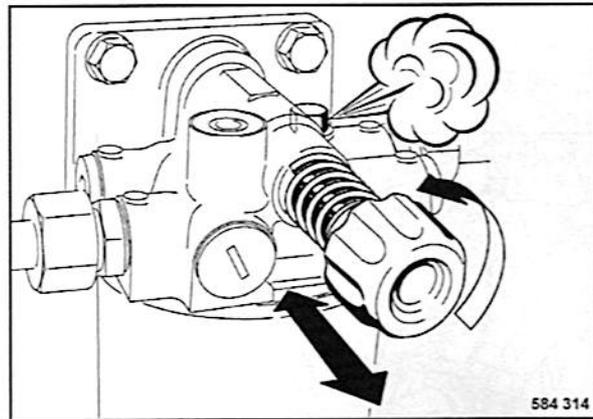

Fig. 145
- Soltar el tornillo de purga de aire (Fig. 145) en el filtro previo de combustible por 2 a 3 pasos de la rosca.
- Accionar la bomba manual tanto tiempo con la mano hasta del tornillo de purga de aire suelto (Fig. 145) sale combustible libre de burbujas.